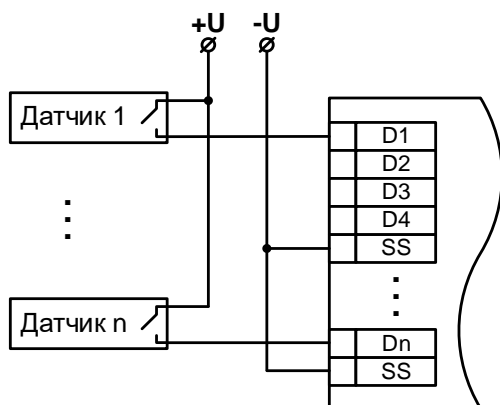

Рисунок 5.5 – Схема підключення контактних датчиків («пряма полярність»)
- контактний датчик з використанням зовнішнього джерела живлення (див. рисунок 5.5 та 5.6);